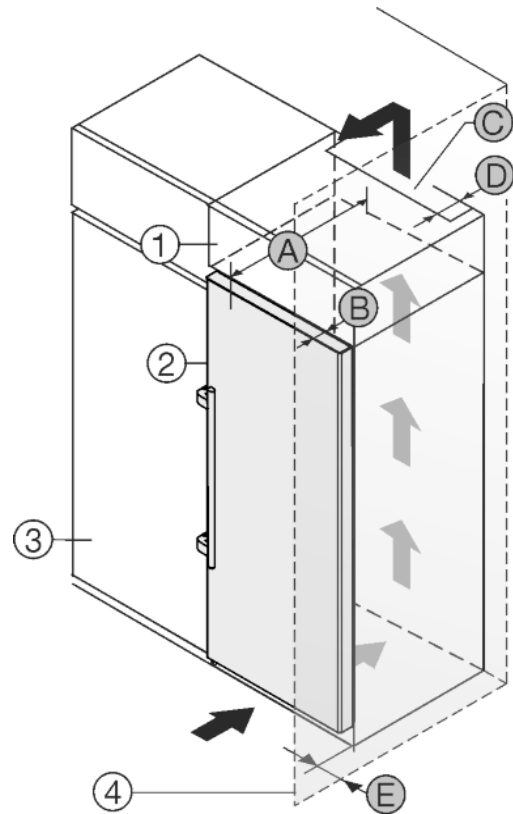

Fig. 30
Zariadenie môže byť zabudované medzi kuchynskými skriňami. Aby sa zariadenie Fig. 30 (2) prispôbilo výške kuchynskej linky, môže sa nad zariadením umiestniť nadstavná skrinka Fig. 30 (1).
Zariadenie môže byť zabudované priamo vedľa kuchynskej skrine Fig. 30 (3). Pre úplné otvorenie dverí musí zariadenie vyčnievať o hĺbku Fig. 30 (B) prednej časti kuchynskej skrine. V závislosti od hĺbky kuchynských skrií a použitia dištančných držiakov na stenu môže zariadenie prečnievať ešte viac.
- Na zadnej strane nadstavnej skrine musí byť vetracia šachta s hĺbkou Fig. 30 (D) cez celú šírku nadstavnej skrine.
- Pod stropom miestnosti sa musí dodržať prierez vetracieho otvoru *Fig. 30 (C)*.
Ak je zariadenie umiestnené so závesmi vedľa steny *Fig. 30 (4)*, musí sa medzi zariadením a stenou dodržať vzdialenosť *Fig. 30 (E)*. To zodpovedá presahu držadla pri otvorených dverách.